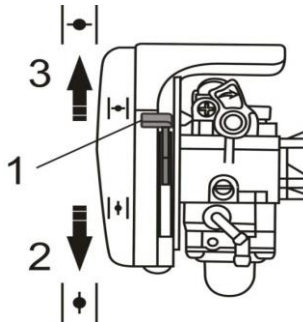

Figura 2
3. cerrar completamente la palanca hasta los topes, si el motor está frío. Figura 2